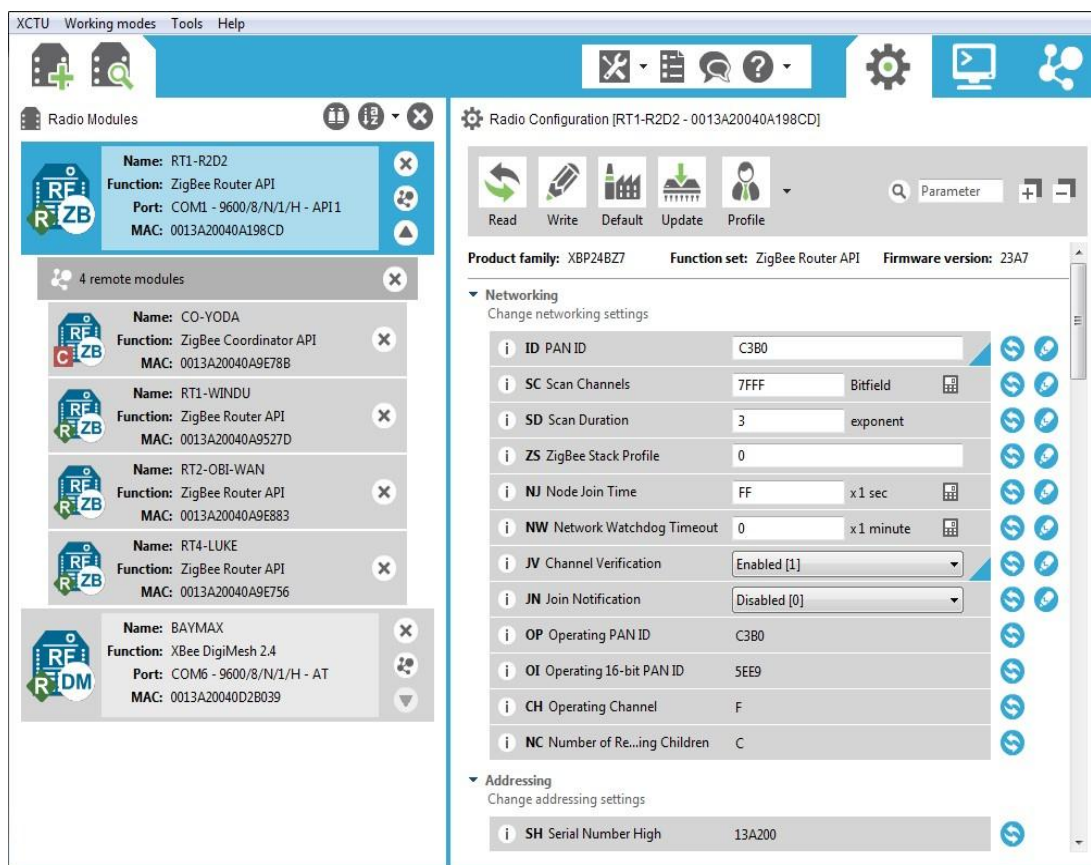

Figura 5.- Interfaz gráfica XCTU.
- Representación gráfica de la red con la intensidad de señal en cada conexión. La Figura 5 muestra el ambiente gráfico de XCTU.